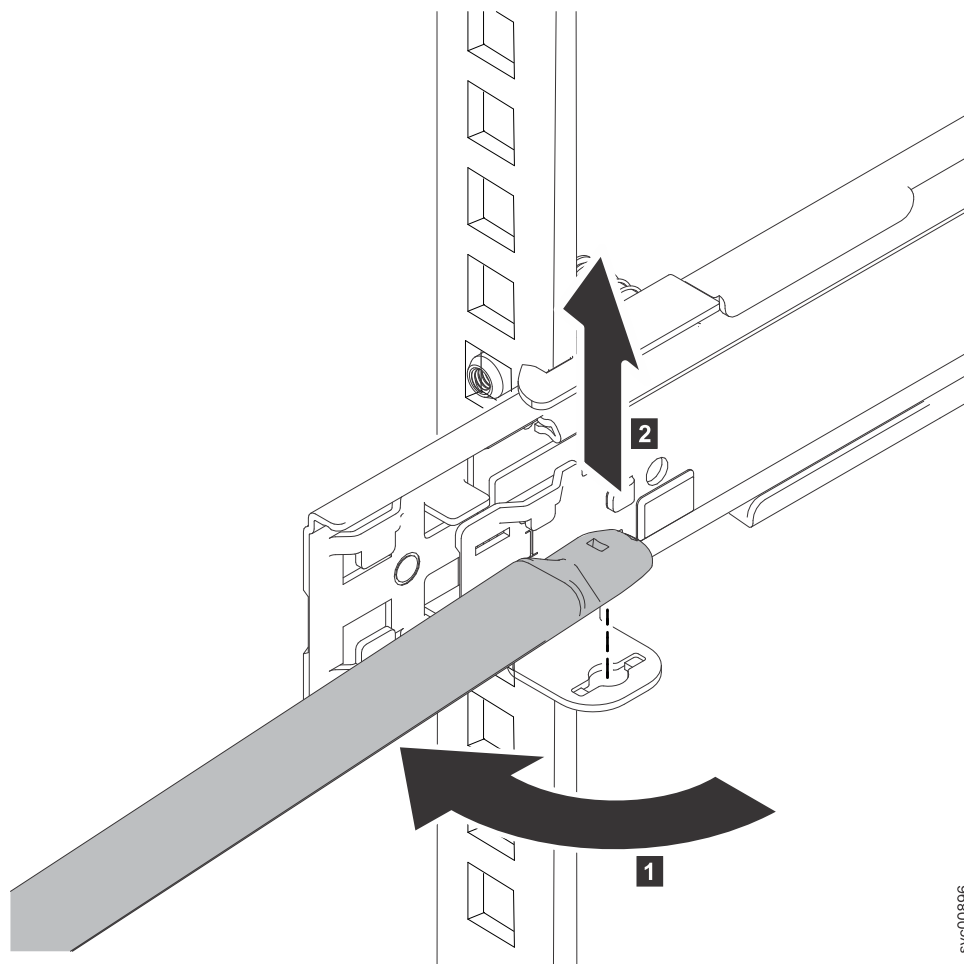

図 16. ケーブル・マネジメント・アームの取り外し
9. 35 ページの図 16 に示すように、ノードの左側面の後部のケーブル・マネジメント・アームを取り外します。